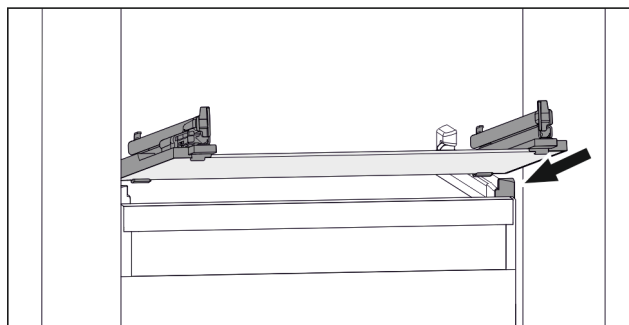

Fig. 51 Beispielhafte Darstellung der Glasplatte
- Glasplatte schräg hinter den Stopperrn aufsetzen. (zie Fig. 51)